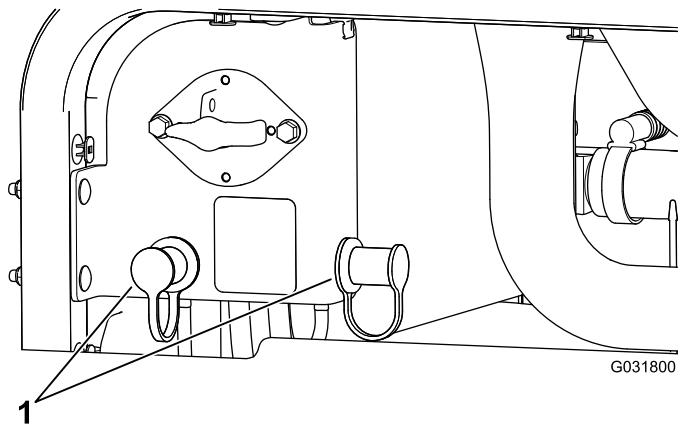

Рисунок 104
3. Снимите крышки со штырей запуска от внешнего источника (Рисунок 104).